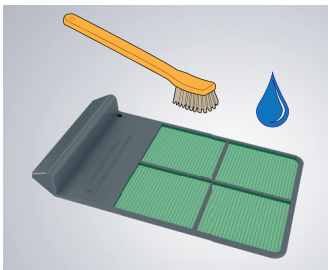

Рисунок 2
3. Очистите фильтр от загрязнений с помощью мягкой щетки, промойте фильтр в теплой воде. Запрещается использовать химические средства для очистки фильтра (рис. 2).